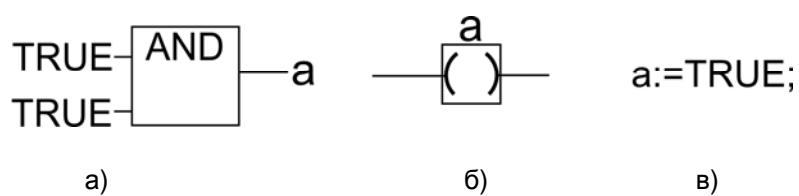

**Рисунок 3.16 – Настройка интерфейса для соединения с ПЛК.
- 1) Выбрать команду «Онлайн | Параметры связи (Online|Communication parameters)» главного меню ПО CoDeSys. Откроется окно «Communication parameters», см. рисунок 3.16, а.
- 2) Нажать кнопку «New» окна «Communication parameters». Откроется окно «Communication parameters: New Channel» (см. рисунок 3.16, б). В этом окне задается имя нового соединения (например, TCP\_IP\_new) и выбирается из перечня интерфейс соединения: «Tcp/Ip (Level 2)» (обязательно – «Tcp/Ip (Level 2)» для связи по интерфейсу «Tcp/Ip»).